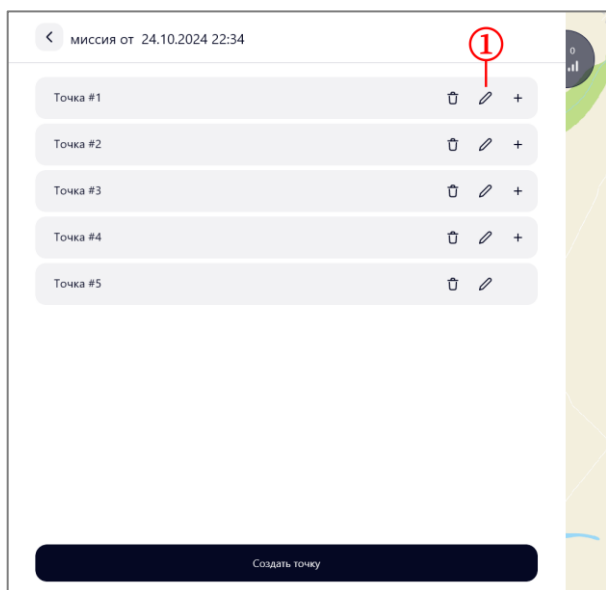

Рисунок 69 – Редактирование точки
- на форме требуемой точки нажать на пиктограмму  (рисунок 69, шаг 1);